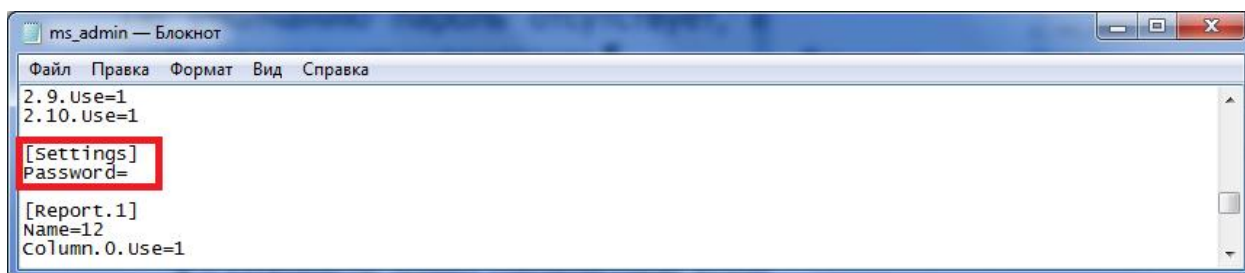

Рис. 14.9. Файл ms\_admin.ini
- Откройте файл параметров конфигурации ms\_admin.ini из папки установки ПО STEMAX (по умолчанию C:\Program Files\MS\_System). Найдите в нем следующие строки (Рис. 14.9):